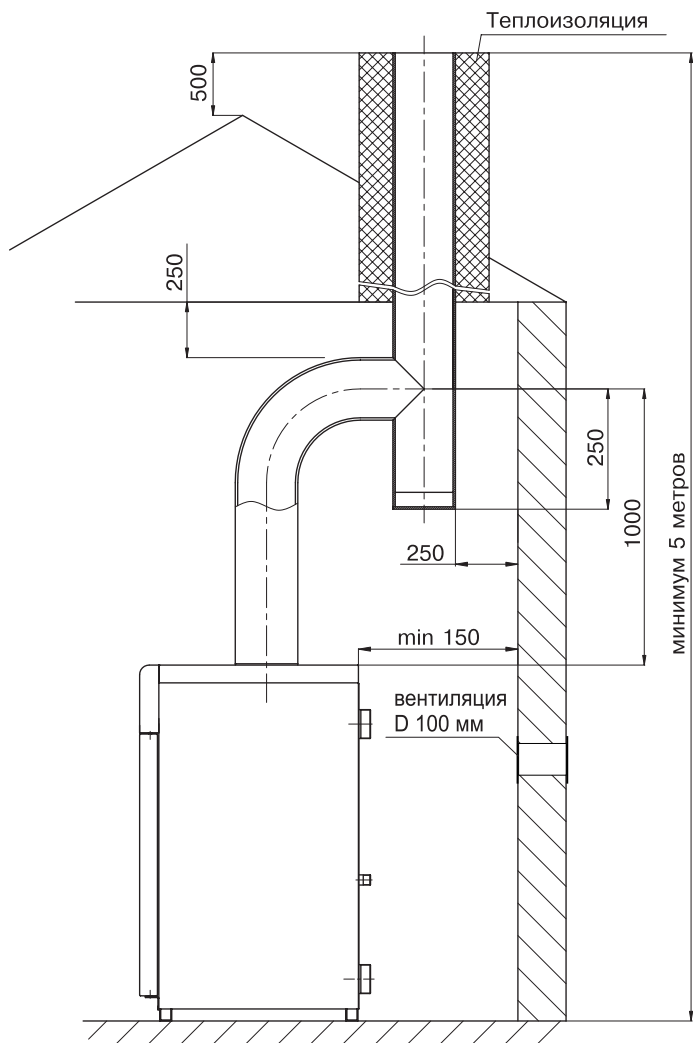

Рис. 4.
- 6.10. Устройство дымоход , к которому подклю ч ется котел, должно соответствов ть СП42-101-2003 «Общие положения по проектиров нию и строительству г зор спределительных систем» (см. рис. 4).